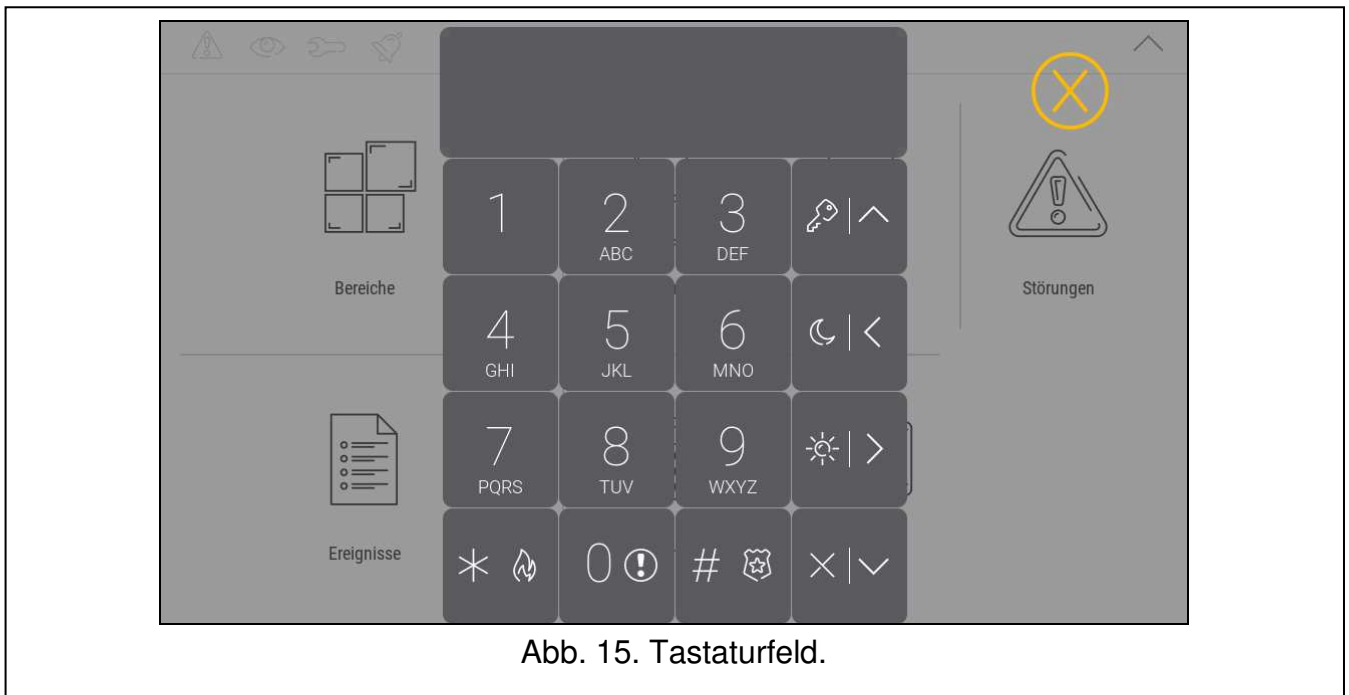

Abb. 15. Tastaturfeld.
4. Tippen Sie auf die Funktion „Tastaturfeld“. Es wird das Tastaturfeld angezeigt (Abb. 15).